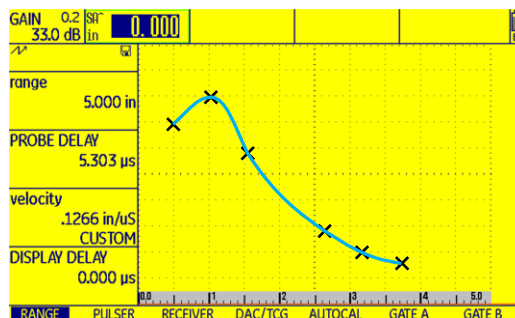

Figura No. 117: Curva DAC
- Dibujar una línea que conecte las marcas para obtener la Curva de Corrección Distancia Amplitud (Curva DAC), figura No. 117.